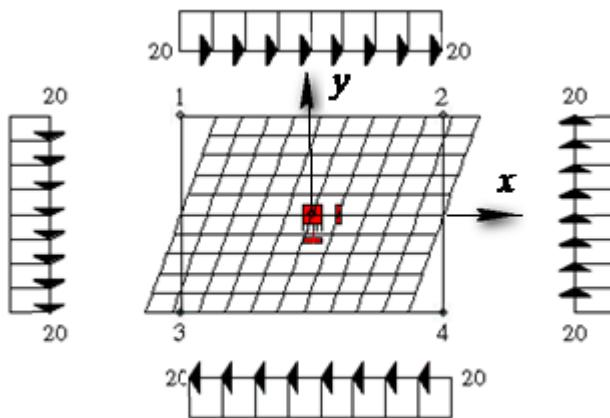

Рис.4.1
4. Напряженно-деформированное состояние пластиинки, показанной на рис. 4.1 представляет собой